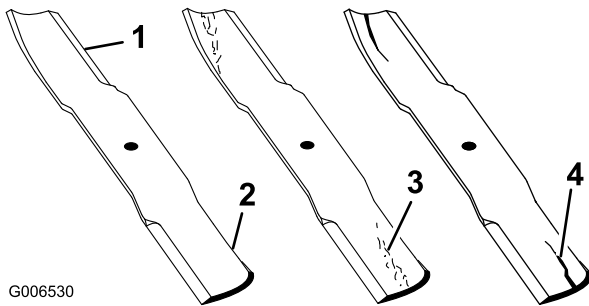

Bild 82
1. Untersuchen Sie die Schnittkanten (Bild 82).
2. Prüfen Sie die Schnittmesser, insbesondere den gebogenen Bereich (Bild 82).
Wenn Sie Schäden, Verschleiß oder Rillenbildung in diesem Bereich feststellen (Bild 82), sollten Sie sofort ein neues Schnittmesser einbauen.